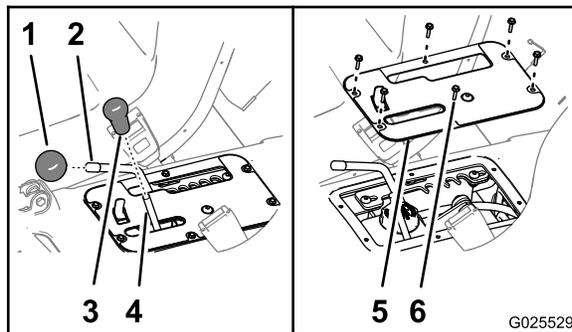

图60
1. 从液压提升杆和速度范围控制杆卸下旋钮图60。
2. 拧掉将控制盖板固定至座椅底座的6个六角垫圈螺丝10 x ¾ 英寸然后取下盖板图60。
6. 将控制盖板上的孔与座椅底座上的孔对齐 图60。
7. 用在第 2 步卸下的 6 个六角垫圈螺丝将控制板固定至底座 图60。
8. 将旋钮拧到液压提升杆和速度范围控制杆上 图60。
9. 将控制盖板上的孔与座椅底座上的孔对齐 图60。
10. 用在第 3 步卸下的 6 个六角垫圈螺丝将控制板固定至底座 图60。
11. 将旋钮拧到液压提升杆和速度范围控制杆上 图60。
2. 从液压提升杆和速度范围控制杆卸下旋钮 图60。
3. 拧掉将控制盖板固定至座椅底座的 6 个六角垫圈螺丝 10 x ¼ 英寸然后取下盖板 图60。